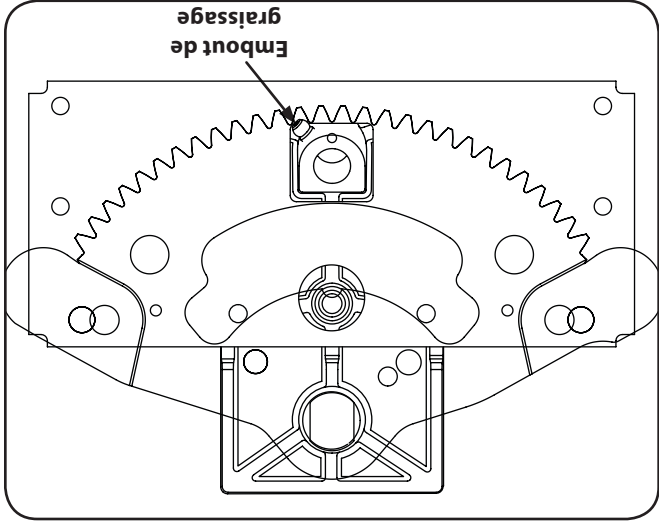

Figure 6-7
1. Regardez sous le côté gauche du châssis tracteur, repérez le graisseur près de l'arrière du boîtier de direction. Voir la Fig. 6-7.